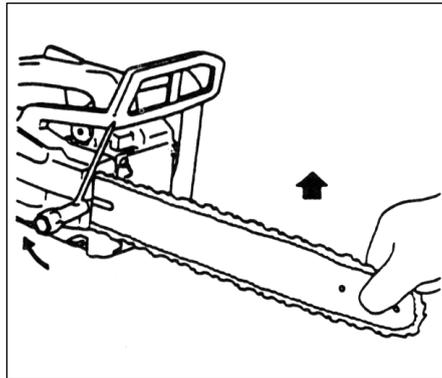

Рис.1-4
7. Поднять конец шины и натянуть цепь (1) посредством вращения болта регулировки натяжения (2) по часовой стрелке. Чтобы проверить натяжение нужно слегка поднять центр цепи, при этом должен присутствовать зазор около 0.5-1.0 мм между шиной и кромкой приводного звена (3). (Рис.1-4, 5)
8. Поднять конец шины и осторожно затянуть зажимные гайки цепной шины с помощью накидного гаечного ключа. (Рис. 1-4)